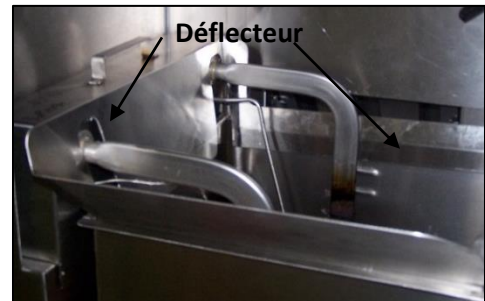

Figure 8
- Placer le déflecteur d'huile sur l'élément chauffant et sur le pot d'huile. Figure 8.